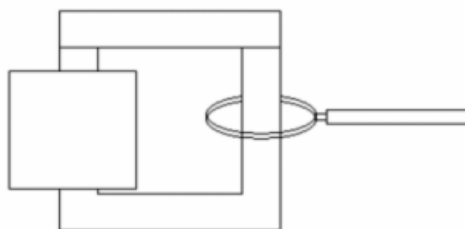

Fig. 1: rappresentazione schematica di un forno a induzione
- Struttura di prova come da fig. 1.